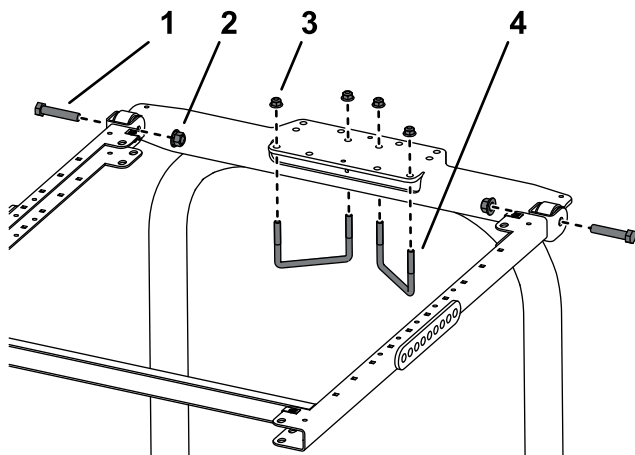

図 10
8. ROPS 取り付けブラケットを、スプレーヤの ROPS の上部にセットする (図 10)。
9. ROPS 取り付けブラケットにフレームアセンブリを取り付ける 図 10。